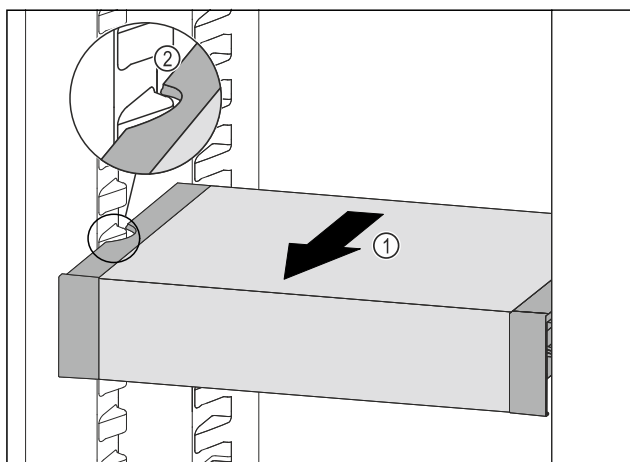

Fig. 134
- VarioSafe pociągnąć w przód Fig. 134 (1), aż boczne wycięcia szuflady VarioSafe będą się znajdować na wysokości żebrowej pojemnika w chłodziarce. Fig. 134 (2)